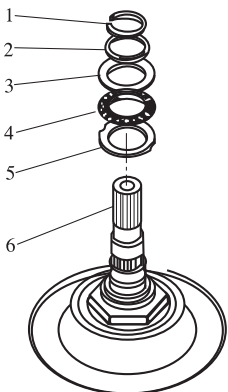

图 2-3 拆卸输入轴卡环和止推轴承
⑭ 从输入轴上拆卸卡环垫片，止推垫圈、推力滚针轴承和止推垫圈，如图 2-3 所示。